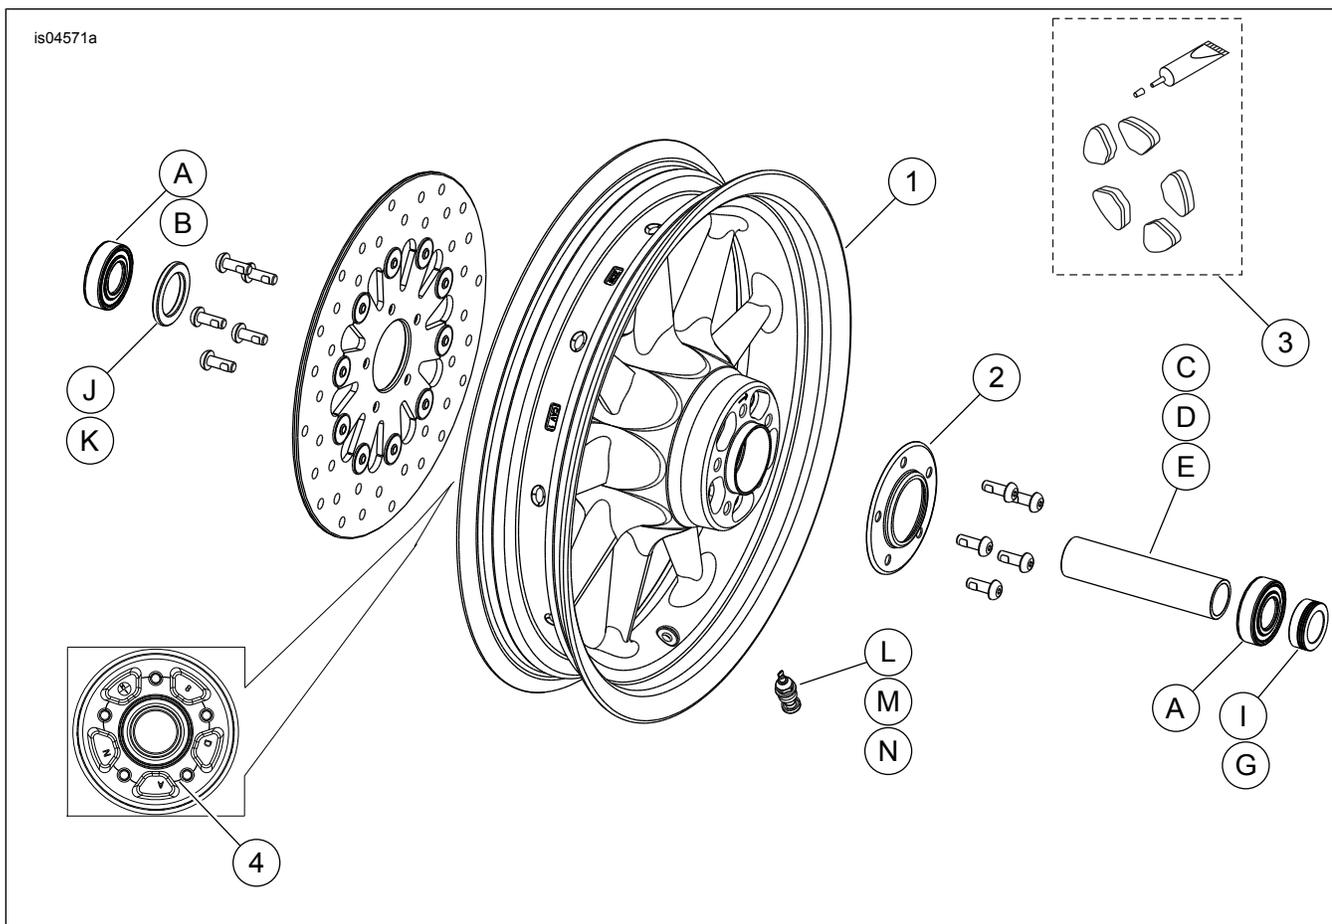

Figura 1. Manual de servicio: Ruedas delanteras de nueve rayos
Vea Figura 1 y Tablas de piezas de servicio.
2. Vea Figura 1. Instale el conjunto del vástago de la válvula (M) en la rueda. Vea NEUMÁTICOS en el Manual de servicio.